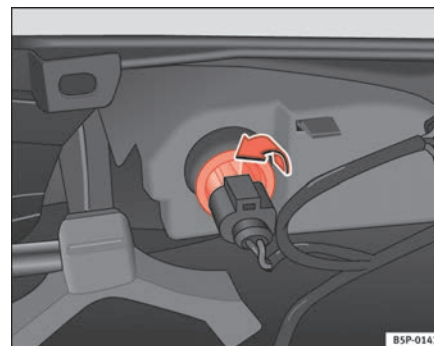

Abb. 189 Leuchte von der Innenseite des Stoßfängers
- Die Lampenfassung nach links drehen und in Pfeilrichtung abnehmen ⇒ Abb. 189.